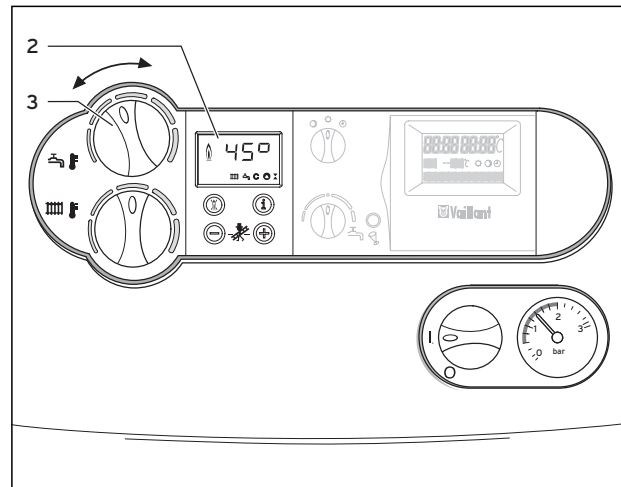

Abb. 4.6 Einstellung der Speichertemperatur
Bei Unterschreiten der eingestellten Speichertemperatur geht das Gerät selbsttätig in Betrieb und heizt den Speicher nach. Während der Speicherladung blinkt im Display (2) die Anzeige , siehe Abbildung 4.6.
- Drehen Sie hierzu den Drehknopf (3) zur Einstellung der Warmwassertemperatur auf Linksanschlag, siehe Abbildung 4.6. Die Solarfunktion wird deaktiviert, es bleibt eine Frostschutzfunktion für den Speicher aktiv. Im Display (2) wird für ca. fünf Sekunden eine Speichertemperatur von 15 °C angezeigt.